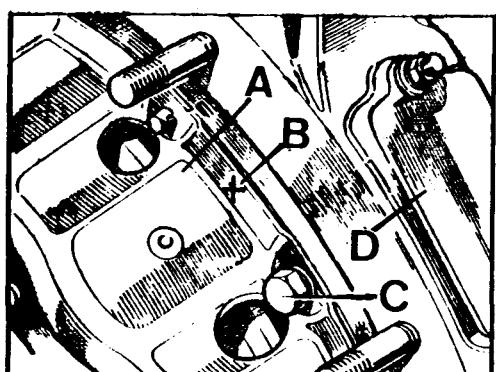

Fig. A1-97 Montaje del plato de presión
- 2.6. Montar el plato de presión, A (Fig. A1-97) sobre el volante, alineando la marca de apareamiento, B, existente en dicho plato, con la misma existente en el volante.
- 2.7. Montar los tornillos, C (Fig. A1-97), dándole un apriete de 3 a 3,5 mkg.
- 2.8. Montar la tapa de registro, D (Fig. A1-97).